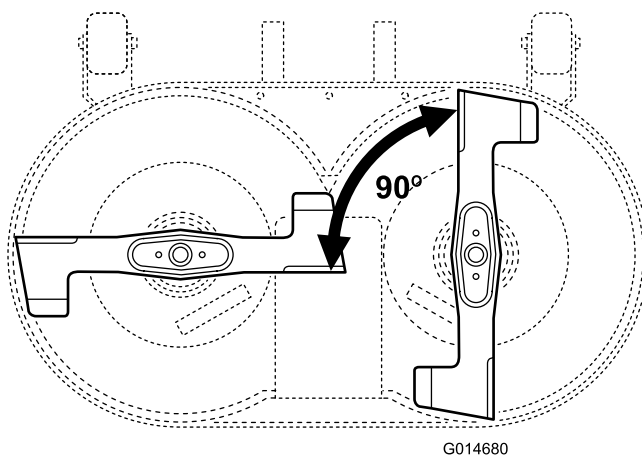

Figura 41
2. Sitúe una cuchilla perpendicular 90° a la otra (Figura 41).